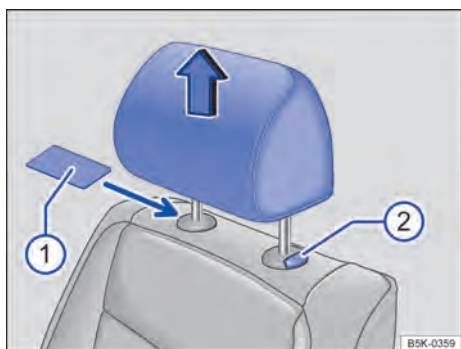

Fig. 43 Desinstalar o apoio para cabeça dianteiro ou traseiro.
- Se necessário, empurrar um objeto plano, por exemplo, um cartão de plástico, entre o revestimento do encosto do banco e a capa de cobertura da barra guia do apoio para cabeça \Rightarrow Fig. 43  para destravar.